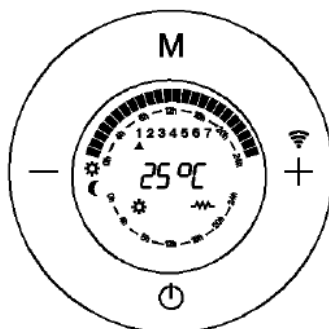

Fig. 29
**Quando o Modo Programação está ativo (Fig. 29).**